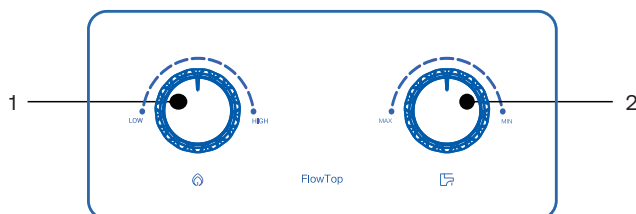

Рис.1
В случае отсутствия розжига горелки, поверните рукоятку изменения расход воды (см. рис. 1) в крайнее правое положение, это позволит осуществить розжиг горелки при минимальном давлении воды в системе.
- ♦ После розжига горелки и устойчивой работы водонагревателя с помощью поворотных рукоятей выставите оптимальную температуру горячей воды. Изменение температуры осуществляется с помощью ручек регулировки изменения расхода газа 🔻 или воды 🔻 (Рис. 1). Вращая рукоятку изменения расхода газа 🔻 вправо, количество газа, подаваемого на горелку, возрастает и соответственно возрастает температура горячей воды и наоборот, вращая рукоятку влево, количество газа уменьшается и соответственно снижается температура горячей воды. Вращая рукоятку изменения расхода воды 🔻 вправо, количество воды увеличивается, а температура воды обратно пропорционально уменьшается и наоборот.